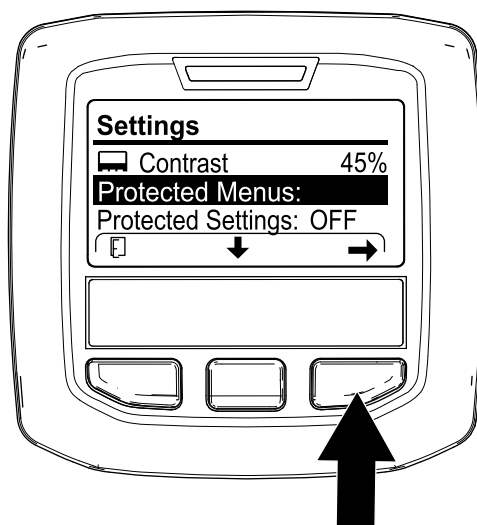

Figura 123
4. Apăsăți butonul central InfoCenter până când este selectată opțiunea PROTECTED MENUS (Meniuri protejate) (Figura 123), apăsăți butonul din dreapta și introduceți codul PIN din 4 cifre (de exemplu, 1 2 3 4).